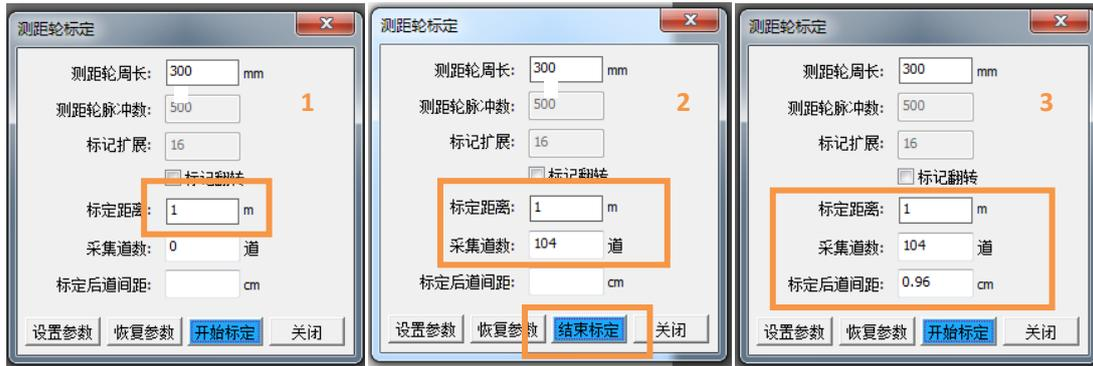

图 14 标定测距轮界面
- (1) 选择标定测距轮，默认的校准距离为 10 米，校准距离用户可以自定义，校准距离越长越准确。如图 14 所示，在这里自定义调整到 1 米。
- (2) 在平坦的地面上设置起始位置和结束位置，起始位置和结束位置的直线距离与选择的校准距离一致。这里设置的距离是 1 米。